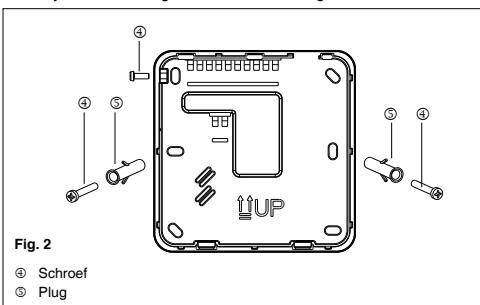

Fig. 2
- Verwijder de borgschoof op de bovenste linkerzijde om de eenheid van de bedieningseenheid te scheiden (Fig. 2). Maak de eenheid op de muur vast en markeer de boorgaten.
- Bevestig de regelaar op de muur met de pluggen ⑤.
- Doe de afdekking weer op de regelaar en maak vast met de eerder verwijderde schroef (Fig. 2).